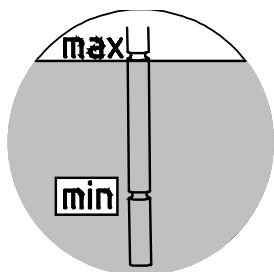

Рисунок 26: Проверка уровня масла с помощью масломерного щупа
2. Уровень масла должен находиться между нижней и верхней отметкой полностью вкрученного измерительного щупа (см. Рисунок 26). В случае низкого уровня масла необходимо долить масло такой же марки.